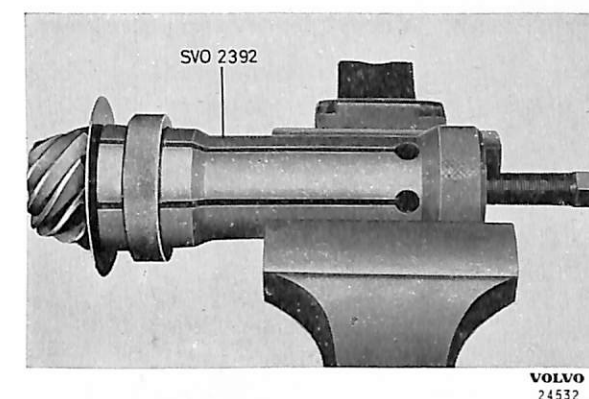

Bild 13. Demont. av bakre pinjonglager.
11. Drag vid behov av bakre lagret (29) från pinjongen (28) med avdragare SVO 2392, se bild 13.